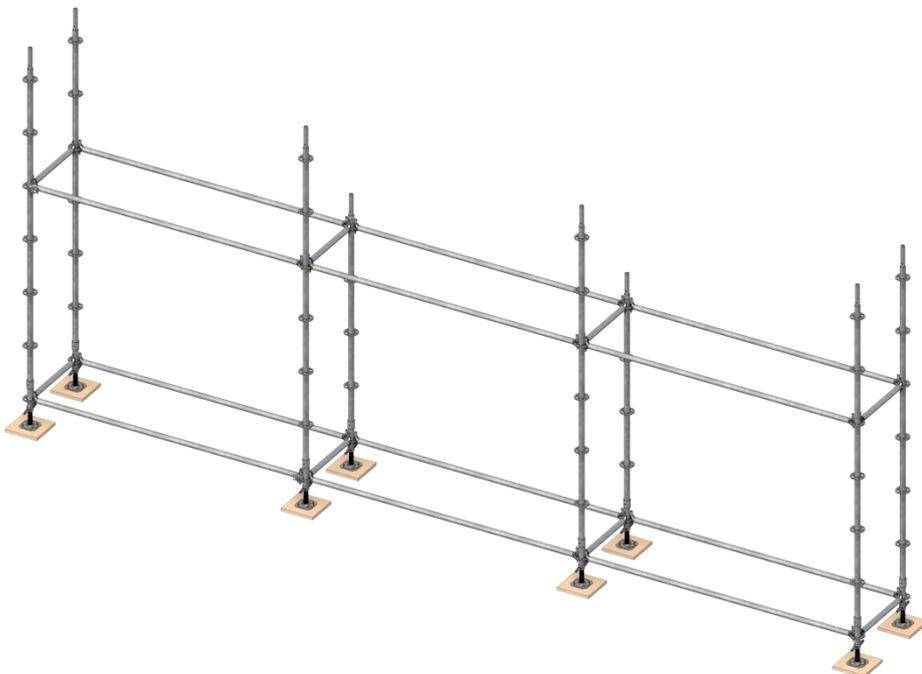

Figure 9.4
9.6 Commencer l'édification en plaçant en premier lieu les longerons et traverses, voir figure 9.4